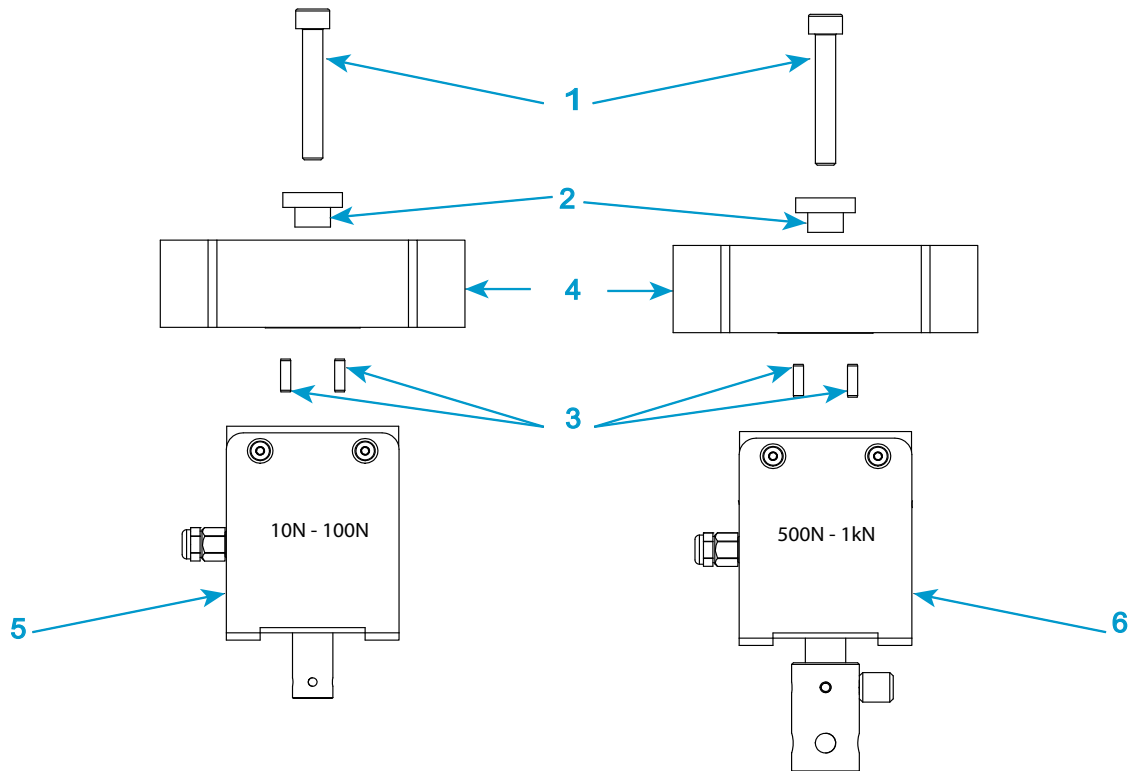

Figure 15. Installation des capteurs de force de série 2519 – capacité 10 N jusqu'à 1 kN
Légende pour Figure 15
1. Consultez la Figure 15 à la page 85 et sa légende.